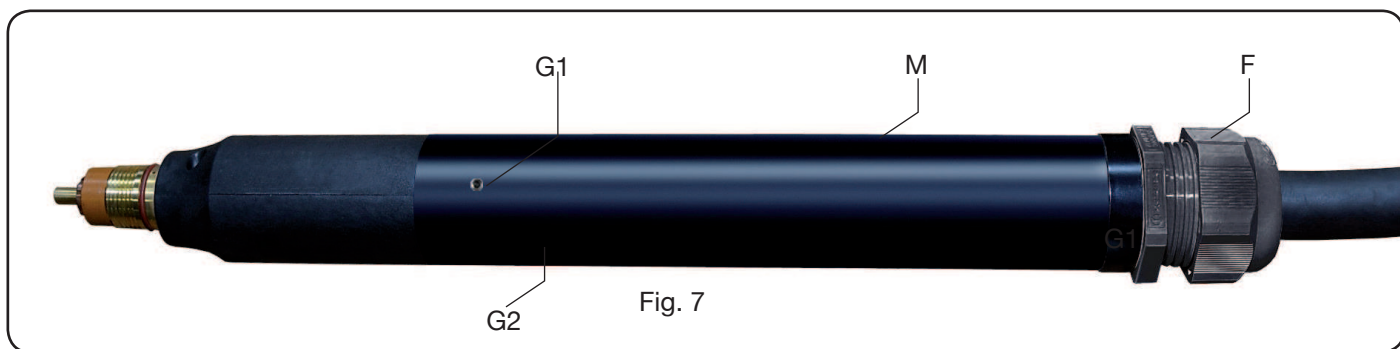

Fig. 7
- Dévisser le presse-étoupe **F** - Fig.7 ;
- Démonter le presse-étoupe **F** - Fig.7.